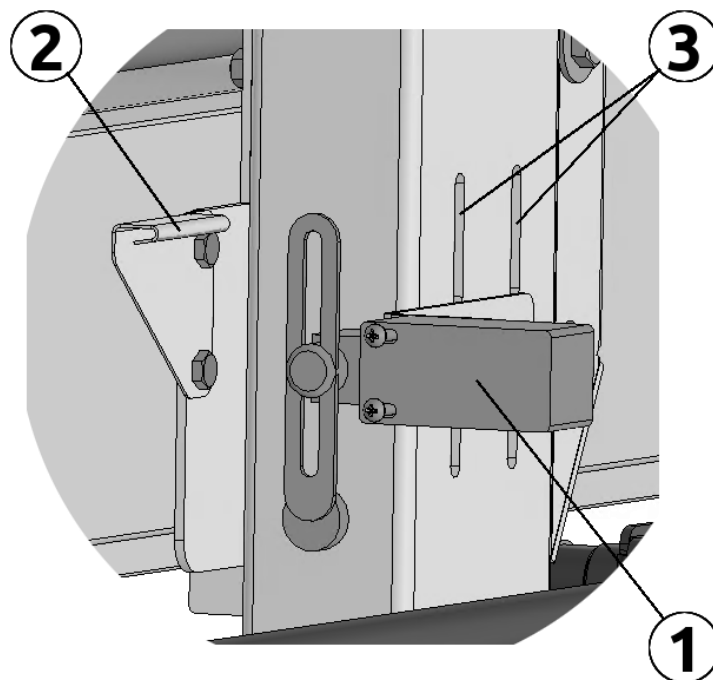

Рисунок 5.11
Остановку лифтового механизма напротив заданного яруса (рис. 5.11) выполняет концевой выключатель (1) рычажного типа. На одной из стоек лифта для каждого яруса, на уровне, соответствующем ему, устанавливается отдельный концевой выключатель. Еще один выключатель устанавливается на уровне максимального подъема поперечного конвейера. На раме поперечного конвейера, как ответная деталь линии концевых выключателей, устанавливается флажок (2). Опускаясь вниз, лифт проходит все ярусы, до нижнего, не активируя концевые выключатели (лифт не останавливается). На уровне нижнего яруса флажок активирует соответствующий выключатель - движение дальше вниз невозможно. Двигаясь вверх, лифт останавливается на уровне каждого яруса - флажком активируется соответствующий выключатель.